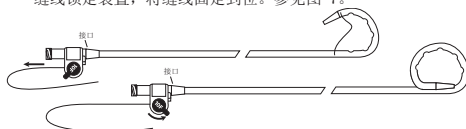

图 7
- 锁定缝线锁定装置：拉动缝线直至形成所需猪尾管。向远端旋转缝线锁定装置，将缝线固定到位。参见图 7。